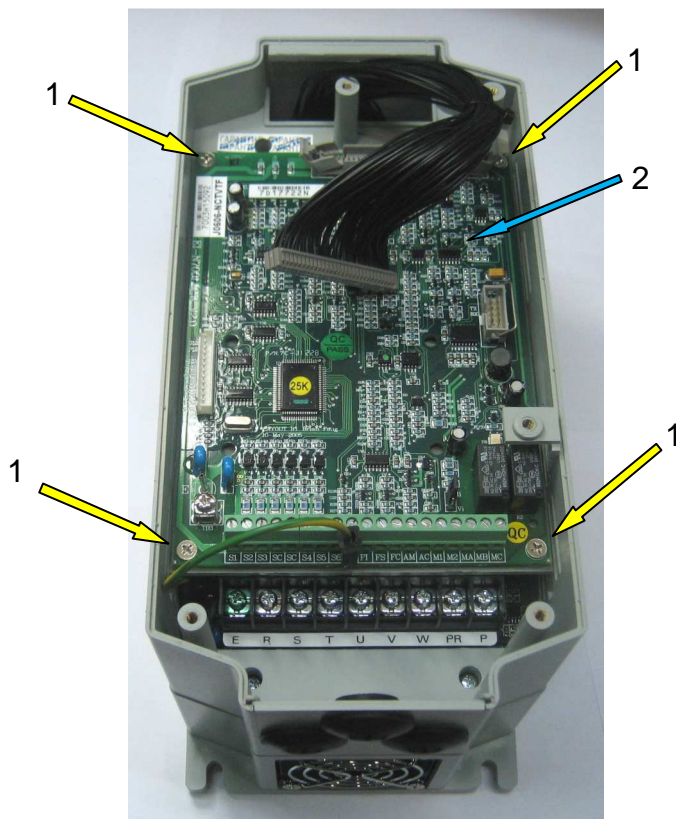

Рис. 6.6
6.3.3. Выкрутить четыре винта 1, демонтировать плату ЦП (рис. 6.6). Положить плату и винты в тару.